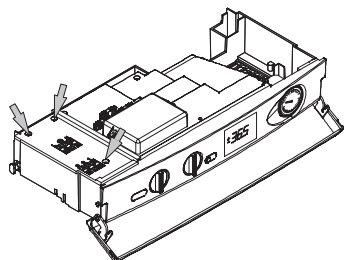

Рисунок 5.14
- Открутите соответствующие винты и снимите крышку клеммной колодки (Рисунок 5.14)